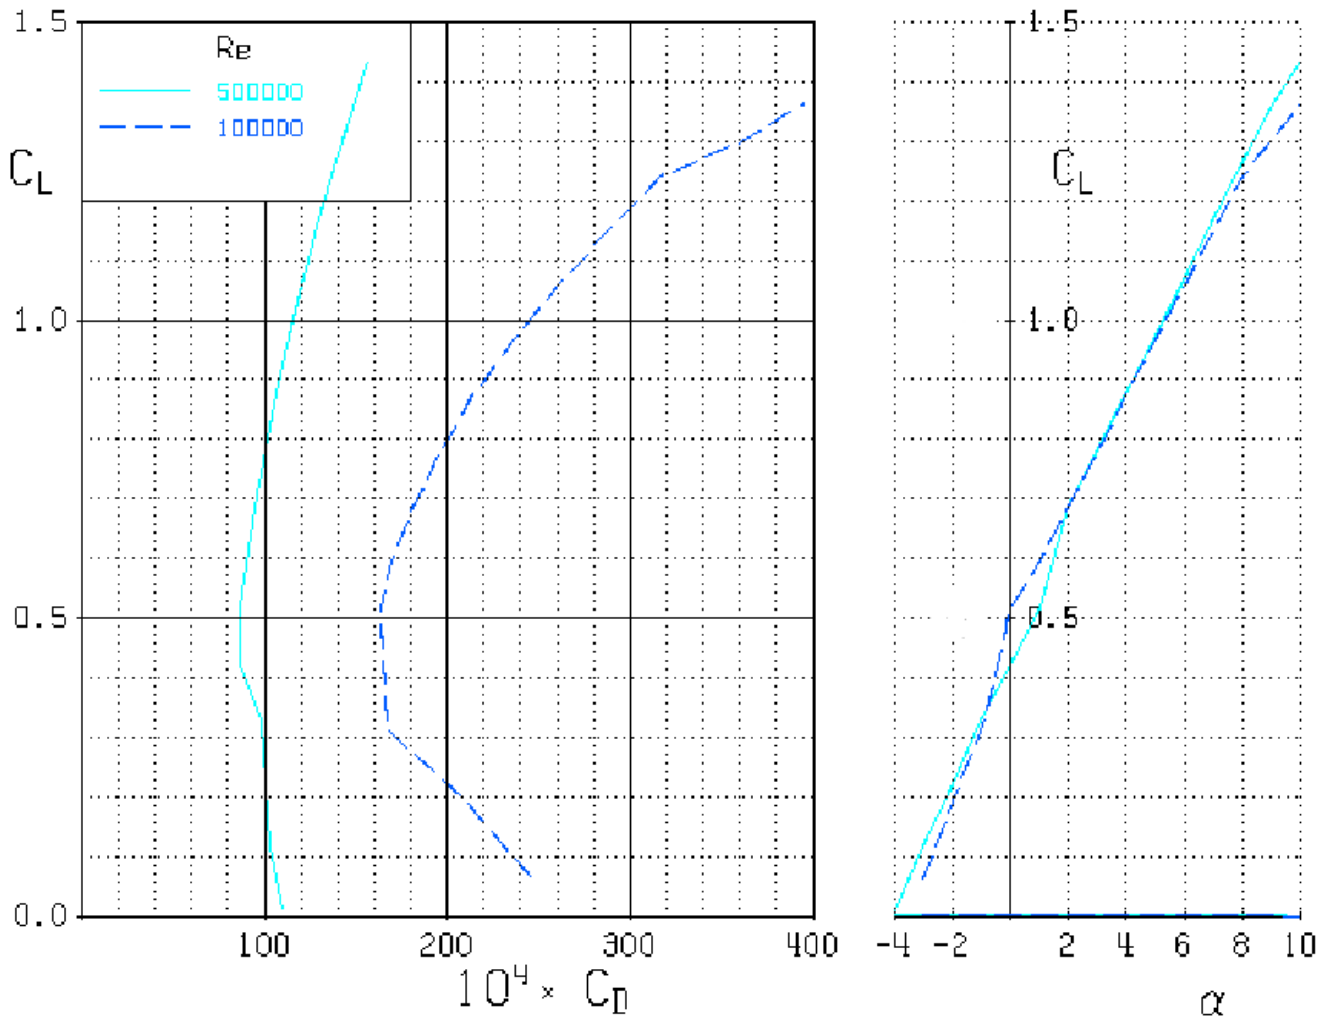

FIG. 5 – Polaires du profil NACA 4315 aux deux nombres de Reynolds $\mathcal{R} = 100000$ et 500000 .
4) A partir des polaires du profil (cf FIG. 5 qui sera rendue avec vos tracés), évaluez les coefficients aérodynamiques de portance $C_L = C_z$ et de trainée $C_D = C_x$ du profil.